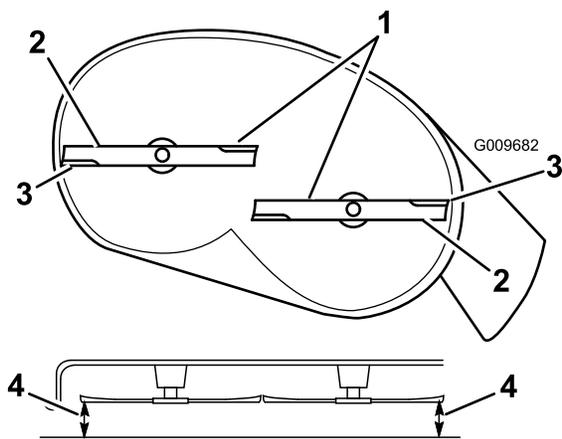
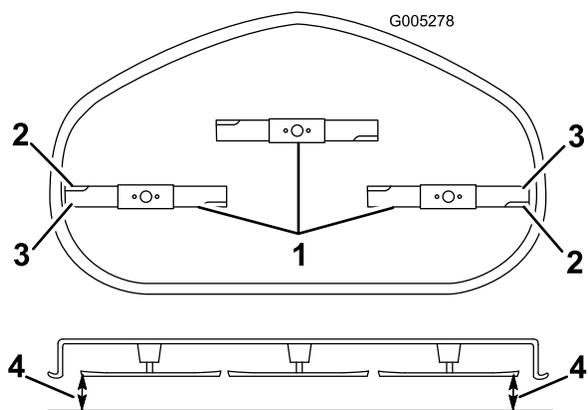

Figura 58
Figura 59
- Gire cuidadosamente las cuchillas hasta que estén todas orientadas lateralmente (Figura 58 y Figura 59).
5. Mida entre los bordes de corte exteriores y la superficie plana (Figura 58 y Figura 59).